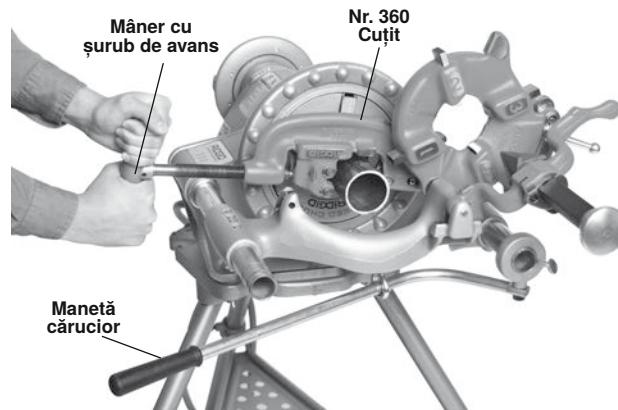

Figura 21 – Tăiere cu un port-cuțit nr. 360
4. Cu ambele mâini, apucați mânerul de avans al port-cuțitului pentru țevi (Figura 21).